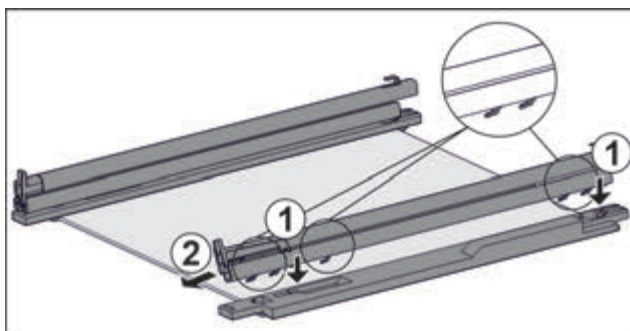

Fig. 110 Скляна пластина з рейками та деталями для підтримки
- ▶ Одягти гаки рейки на отвори **лівої** деталі для підтримки. Fig. 110 (1)
- ▶ Потягніть рейку вперед. Fig. 110 (2)
- ▶ Одягти гаки рейки на отвори **правої** деталі для підтримки. Fig. 110 (1)